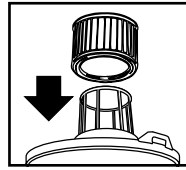

FIGURE 4
11. Alors que le couvercle du réservoir est renversé, glissez la cartouche filtrante vers le bas, sur le support de couvercle, et poussez jusqu'à ce que les joints du filtre reposent contre le couvercle. **FIGURE 4.**